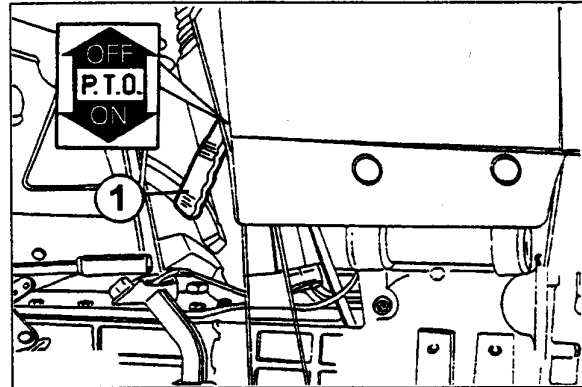

Fig. 4-10
Palanca de mando embrague motor-toma de fuerza (1-Fig. 4-10):
- Embragar llevando lentamente hacia abajo la palanca (1 - Fig.4-10) a la posición. ON.